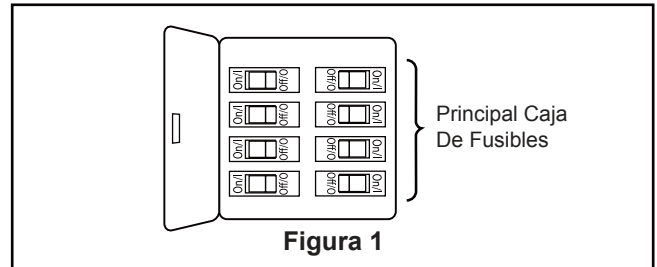

Figura 1
Uso de perfil bajo (Figura 1)
Para evitar una posible descarga eléctrica, asegúrese de cortar la alimentación eléctrica de la caja de fusibles principal antes de colgar el ventilador. (Figura 1)
- 1. Instale la unidad del motor a la unidad de soporte de techo utilizando los tornillos retirados previamente fije con seguridad los tres tornillos. (Figura 1)
1. Coloque las palas a través de las ranuras en la cubierta del motor y fije la unidad del motor usando los Tornillo corto de cabeza dentada #8-32 y las arandelas de plana. Asegúrese de que los tornillos fijan adecuadamente las palas al centro del motor estando éstas colocadas correctamente. (Figura 1)
1. Extraiga uno de los tres tornillos del soporte ubicado en la parte inferior de la unidad del motor. Guárdelos para después y afloje levemente los otros dos tronillos. (Figura 1)
- 1. IMPORTANTE:** El uso de un regulador de la intensidad completa (no incluido) para controlar la velocidad del ventilador dañará el dispositivo. Para reducir el riesgo de incendio o descarga eléctrica, no utilice dicho regulador para controlar la velocidad del ventilador. (Figura 1)